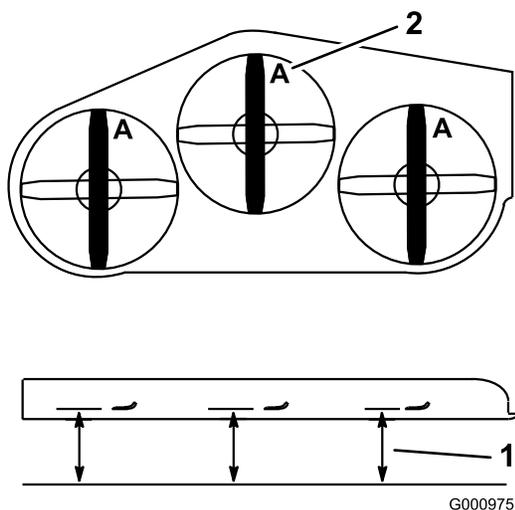
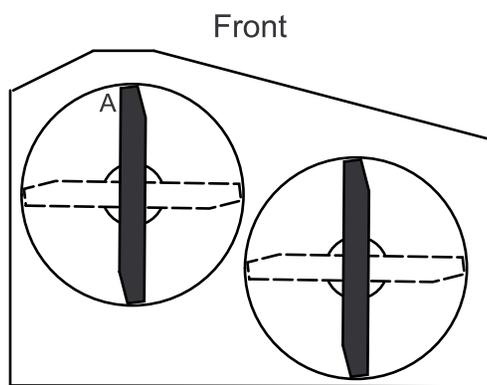

Figure 69
Figure 70
3. Placez la machine sur une surface plane, tournez une lame dans le sens longitudinal. Mesurez au point A et entre la surface plane et le bord coupant des pointes des lames (Figure 69) Pour les plateaux de coupe 36 pouces, reportez-vous à la Figure 70.